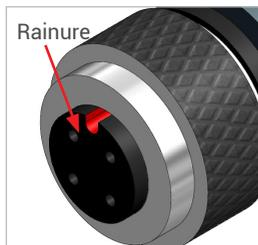

Figure 13
- ▶ Retirez le capuchon de protection de la fiche du câble de données (pos. 3).
- ▶ Raccordez le raccordement « A1 » du câble de données (pos. 3) à la fiche du nozzle de ravitaillement WEH®. Couple de serrage 1 Nm.
**Attention :** L'ergot de guidage de la fiche du câble de données du nozzle de ravitaillement WEH® doit s'insérer dans la rainure de la fiche du set de flexibles (*Figure 12* et *Figure 13*).